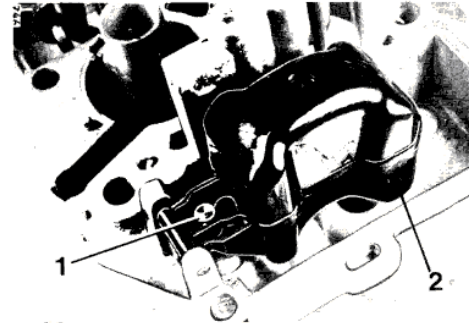

Bild 36
- Auf richtigen Einbau des Schwimmers (2) mit Schwimmernadel achten, siehe Bild 36.